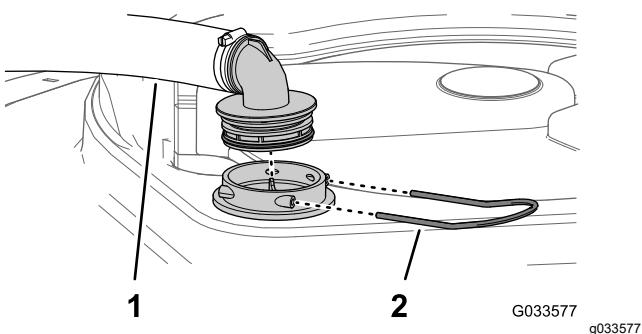

Figura 42
2. En la parte superior del depósito de fumigación, retire la horquilla de retención que sujetla el acoplamiento que está conectado a la manguera grande y al alojamiento del filtro (Figura 42).
3. Retire la manguera y el acoplamiento del alojamiento del filtro (Figura 42).